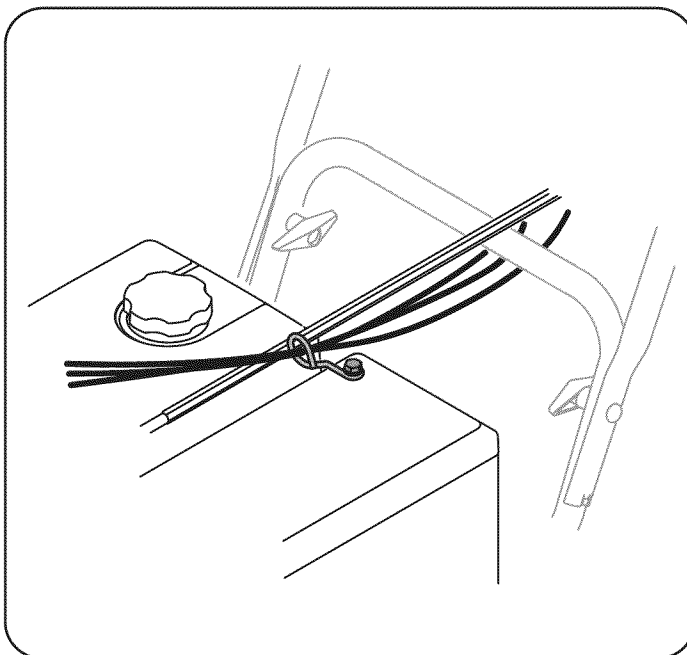

Figura 9
8. Controle que todos los cables estén adecuadamente dirigidos a través de la guía de cables de la parte superior del motor. Vea la Figura 9.